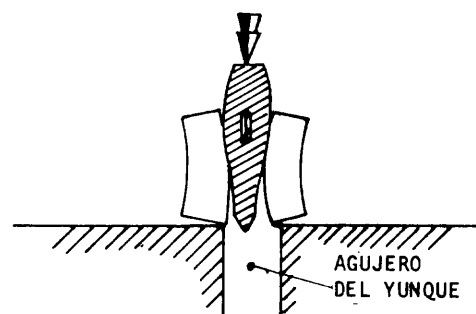

Fig. 3
- ___ e Ubique la zona a ranurar sobre un agujero del yunque y continúe golpeando sobre la tajadera hasta perforar la pieza (fig. 3).